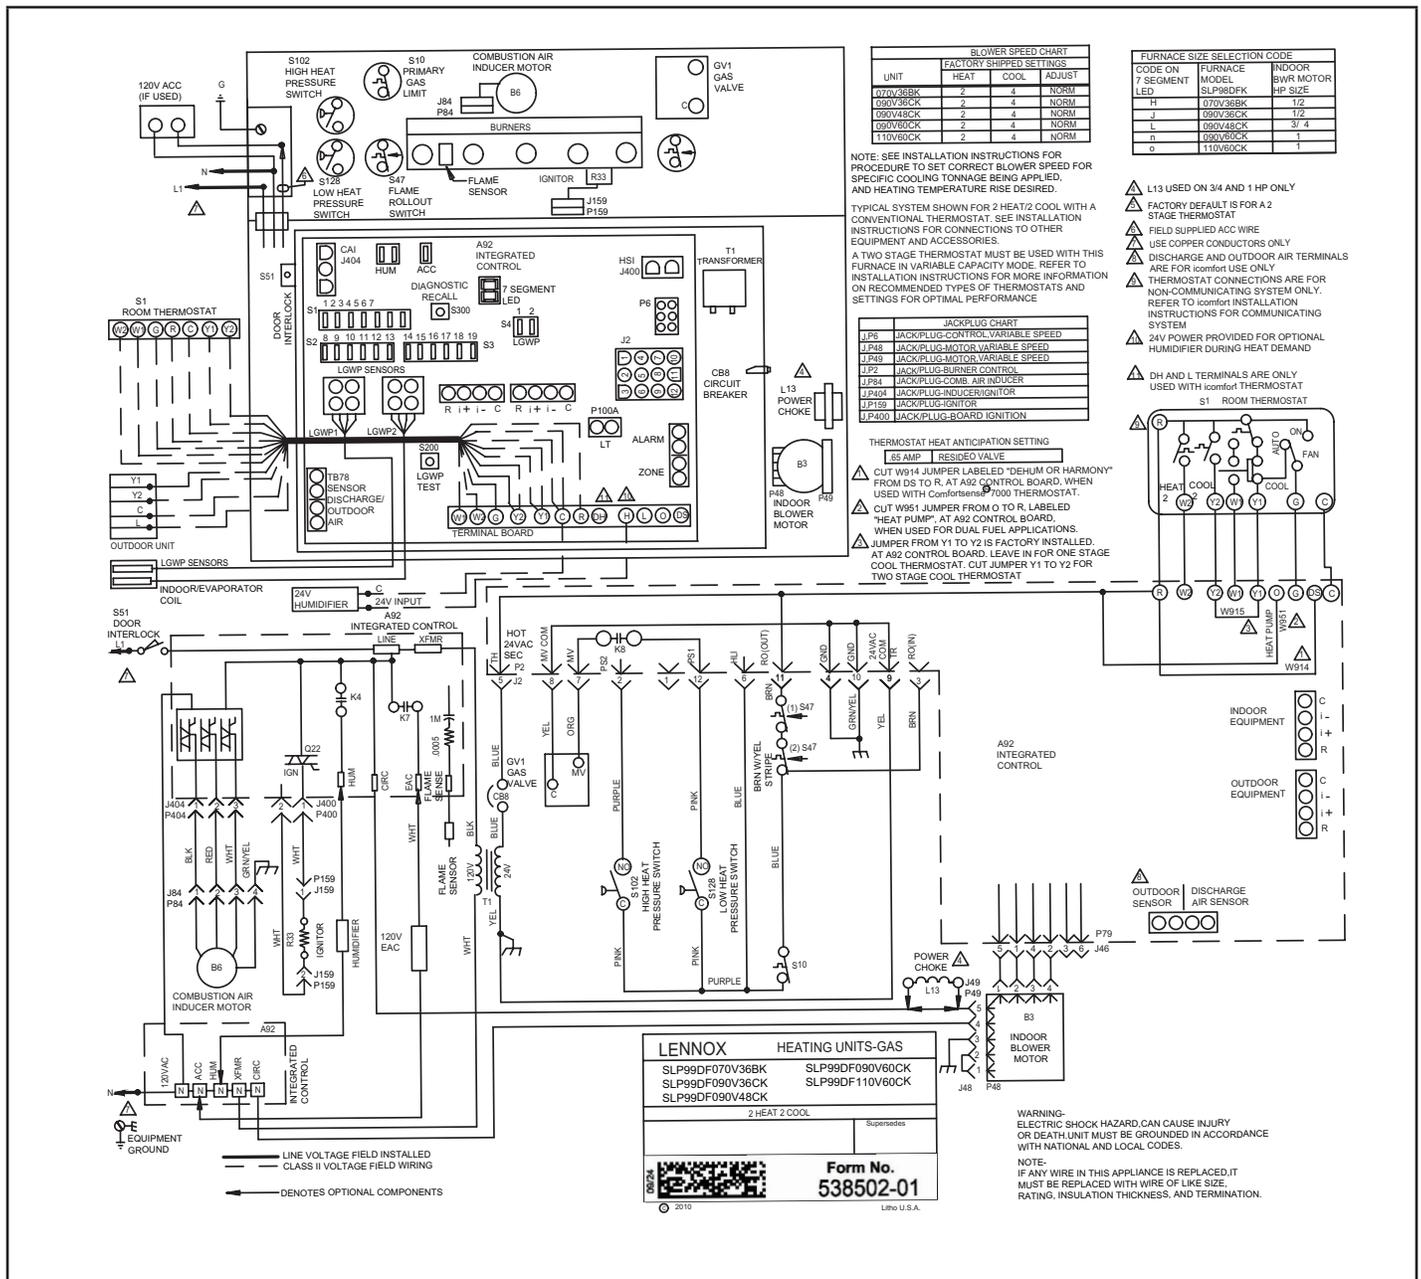

FIGURA 49
- 5 - Complete las conexiones de cableado al equipo. Use el diagrama de cableado de la unidad incluido y los diagramas de cableado en el sitio que se muestran en la FIGURA 49 y en la TABLA 15. Utilice cable al menos de calibre 18 que sea adecuado para una clasificación de Clase II de las conexiones del termostato.